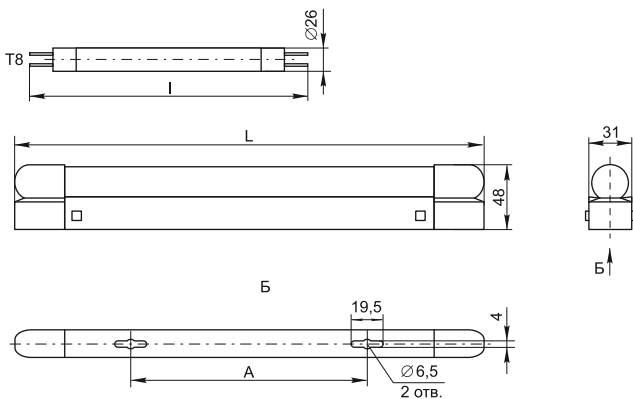

Рисунок 1.
- закрепите корпус светильника на опорной поверхности при помощи самонарезающих винтов и дюбелей, входящих в комплект светильника (отверстия для крепления находятся в основании корпуса светильника – вид Б рис. 1);